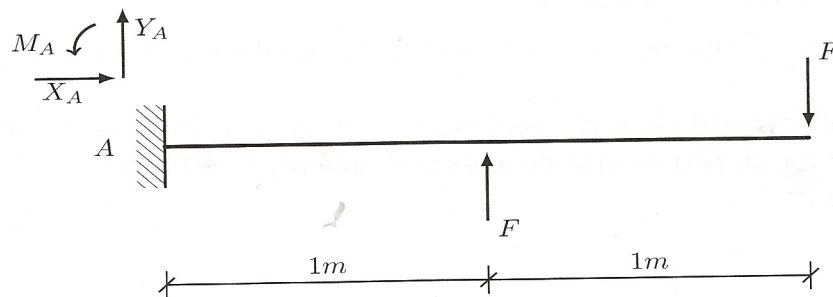

FIG. 1 : Poutre en A
61. Les réactions d'appui en A sont (voir la figure 1) :